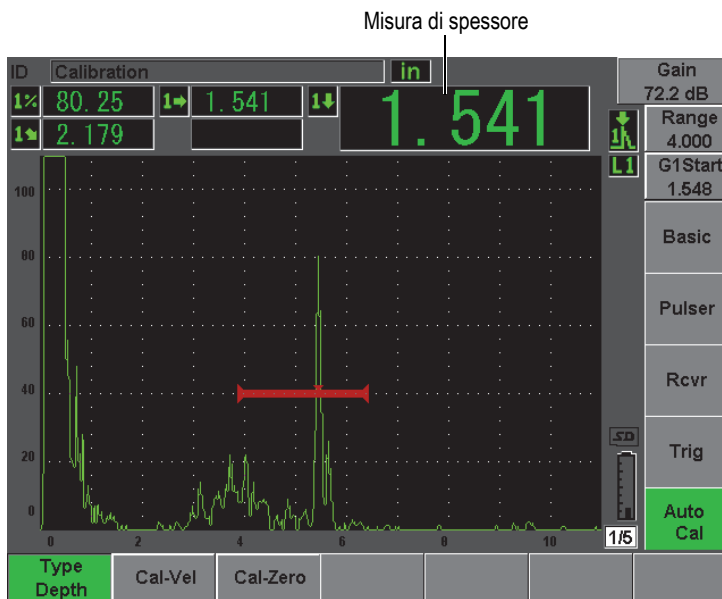

Figura 10-26 Esempio di un segnale nella porta per la calibratura zero
4. Premere il tasto **[GATES]** (porte) per posizionare la porta 1 in modo che il primo foro laterale oltrepassi la soglia della porta. Questo riflettore dovrebbe essere posizionato a 12,7 mm (0,5 in) [vedi Figura 10-26 alla pagina 194].